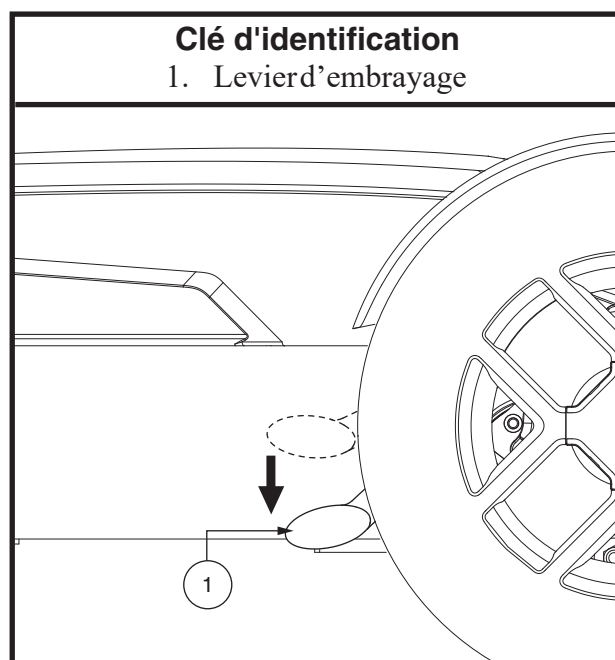

Figure 7. Mode «roues libres» (débrayé)
3. Poussez les deux leviers vers le bas pour débrayer les moteurs. **Voir la figure 7.**